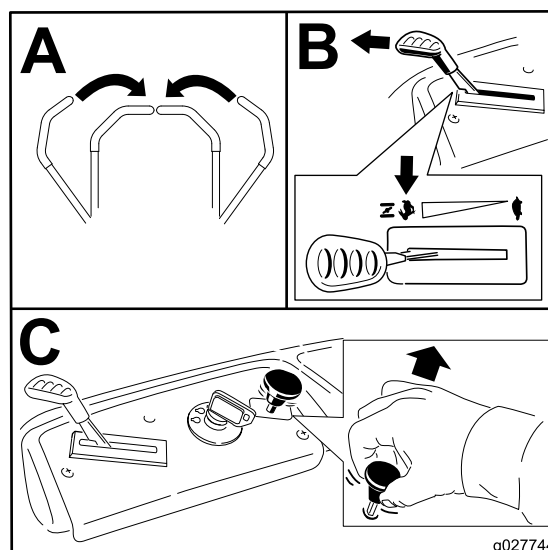

Figure 13
Remarque: Engagez toujours les lames en plaçant la commande d'accélérateur à la position haut régime (Figure 13).
2. Placez la commande d'accélérateur en position haut régime (Figure 13).